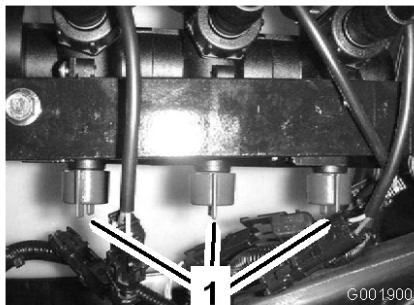

Figura 21
10. Regolate la valvola di bypass della barra (Figura 21) sotto la valvola di comando